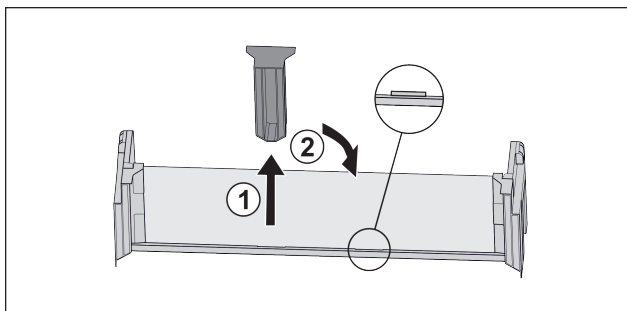

Fig. 39
- ▶ Snemite sredinski držalni del Fig. 39 (1).
- ▶ Sredinski držalni del vstavite na drugem položaju Fig. 39 (2).